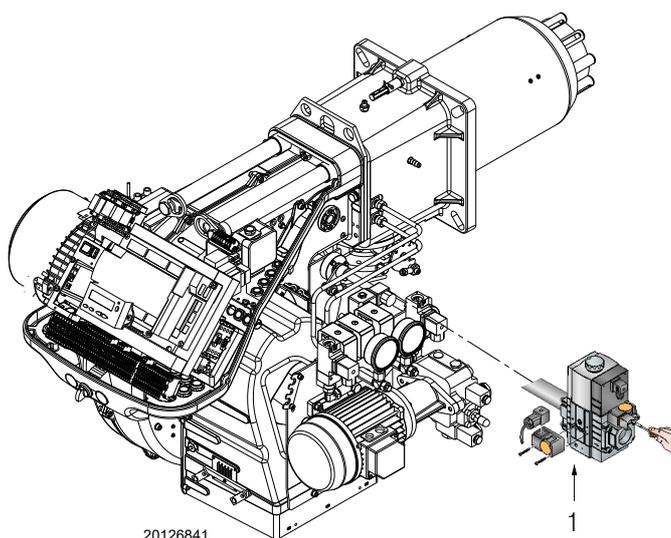

Fig. 38
- Contrôler la pression d'alimentation du gaz en raccordant un manomètre sur la prise de pression 1)(Fig. 38) du pressostat gaz seuil minimum: elle doit être inférieure à la pression maximale admise pour la rampe gaz qui est indiquée sur la plaque des caractéristiques.
- Purger l'air des tubes de la rampe gaz, en raccordant un tube en plastique sur la prise de pression 1)(Fig. 38) du pressostat gaz seuil minimum.